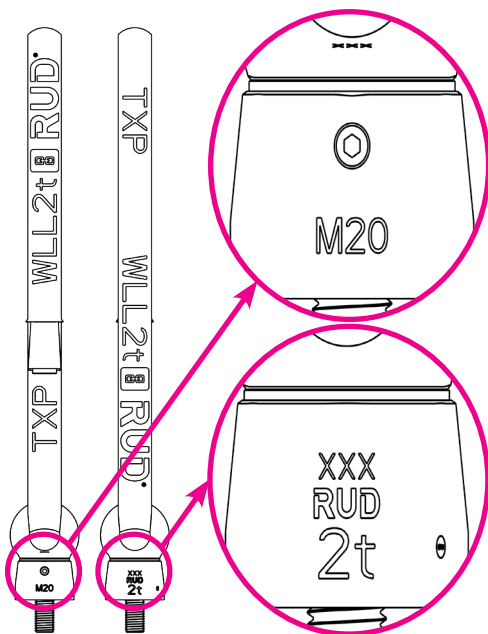

Abb. 3: Beschriftung Grundkörper
Der Grundkörper des TXP-Textolution-Point enthält folgende Informationen (Abb. 3):
- Auf dem TXP-Grundkörper und der TXP-Rundschlinge ist die Nenntragfähigkeit angegeben (siehe Abb. 3).